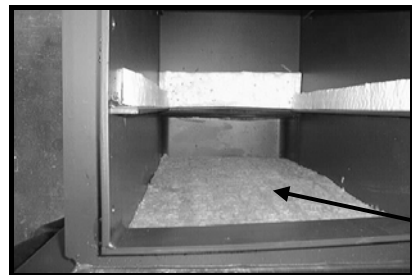

Fig. 2,2 - kun ved skift af bundfliser
4. OBS: Under bundfliserne ligger der en ca. 3 cm tyk isolering. Pas på ved rengøringen (efter at bundfliserne er fjernet), forsvinder der noget af isoleringen ved rengøringen, så skal der indlægges tilsvarende mængde, så den forreste flises overkant ligger i samme højde som dørrammens bund. (Der må ikke være en kant op) se fig. 2,2. (Brandbat/isolering medleveres ikke)